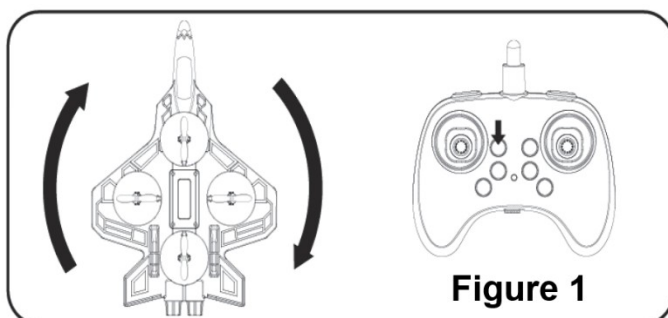

Figure 1
2. Als het naar **links** draait, drukt u herhaaldelijk op de knop voor trim rechts. (Afbeelding 1)